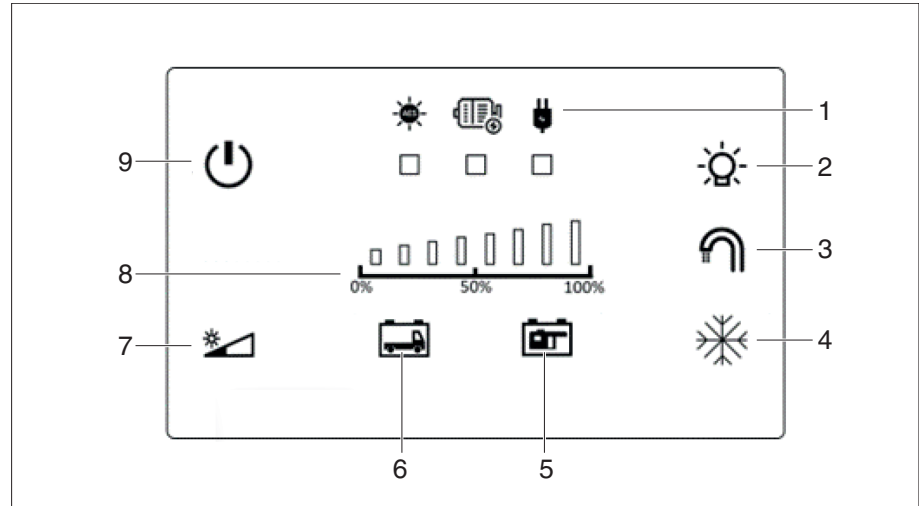

Figure 58 Panneau de commande D110
Le panneau de commande indique par des LED de signalisation (Figure 58, 1) avec quelle source de courant la batterie de cellule est chargée.
La touche Power (Figure 58, 9) sert à la mise en service et hors service du panneau de commande. L'éclairage est réglé par défaut sur un niveau de luminosité moyen et peut être ajusté manuellement en appuyant simplement sur la touche de variation (Figure 58, 7). Indépendamment du niveau de luminosité réglé, l'éclairage s'assombrit en cas d'inactivité et se réactive en appuyant sur n'importe quelle touche. Dans ce cas, le dernier niveau de luminosité utilisé est conservé. La touche de variation (Figure 58, 7) est toujours allumée en jaune, sauf en mode nuit.
En maintenant la touche de variation (Figure 58, 7) appuyée, le panneau de commande bascule en mode nuit. Seule la touche de variation reste encore faiblement allumée en rouge afin d'éviter toute confusion avec un panneau de commande éteint.
Si la tension de la batterie est très faible, les touches de contrôle (Figure 58, 5) et (Figure 58, 6) du panneau de commande clignotent.
- Actionner la touche de contrôle (Figure 58, 5).
L'état de charge de la batterie correspondante s'affiche sur l'affichage de contrôle à LED (Figure 58, 8).
Si la tension de la batterie de démarrage est très faible, la touche de contrôle correspondante (Figure 58, 6) du panneau de commande clignote en blanc. Si le véhicule est raccordé avec l'énergie solaire ou le courant de quai, l'E-Box assure le maintien de la charge de la batterie de démarrage. Pour charger complètement la batterie, le véhicule doit être déplacé afin que la charge puisse être effectuée via l'alternateur.
Si la tension de la batterie de cellule est très faible, la touche de contrôle correspondante (Figure 58, 5) du panneau de commande clignote en rouge. Si la batterie de cellule n'est pas chargée, la tension de batterie continue de chuter. Dès qu'une valeur critique pour la batterie est atteinte, la protection de la batterie se déclenche.